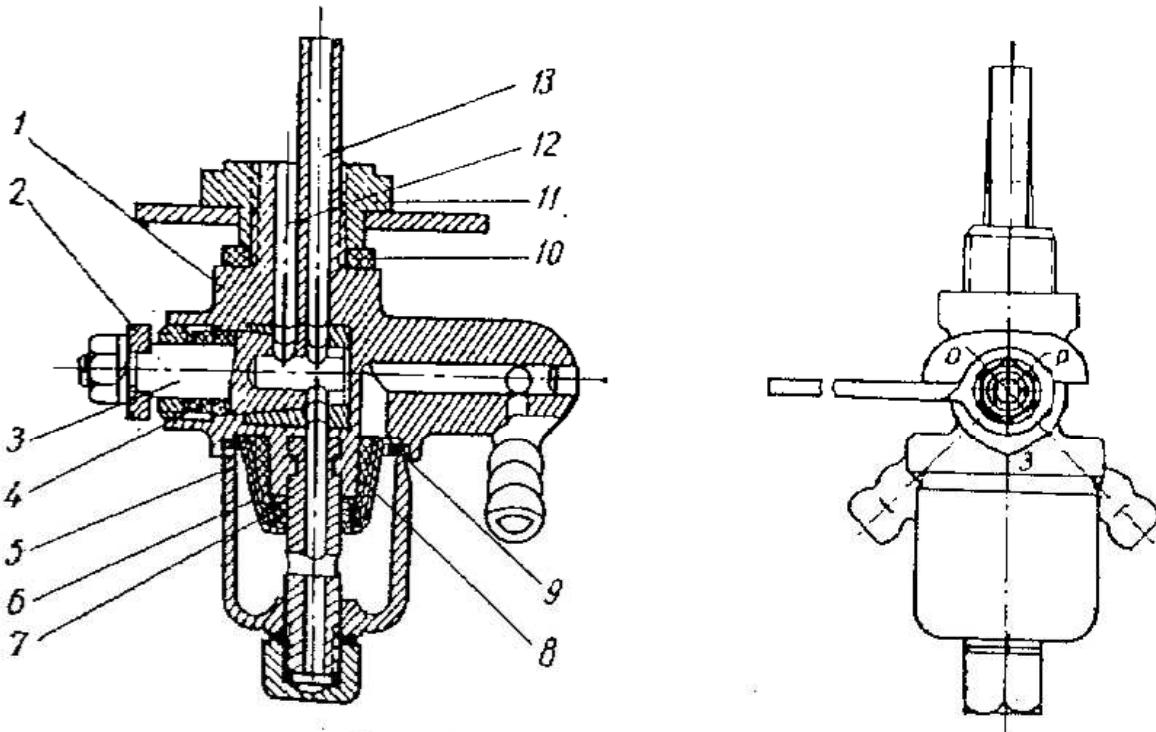
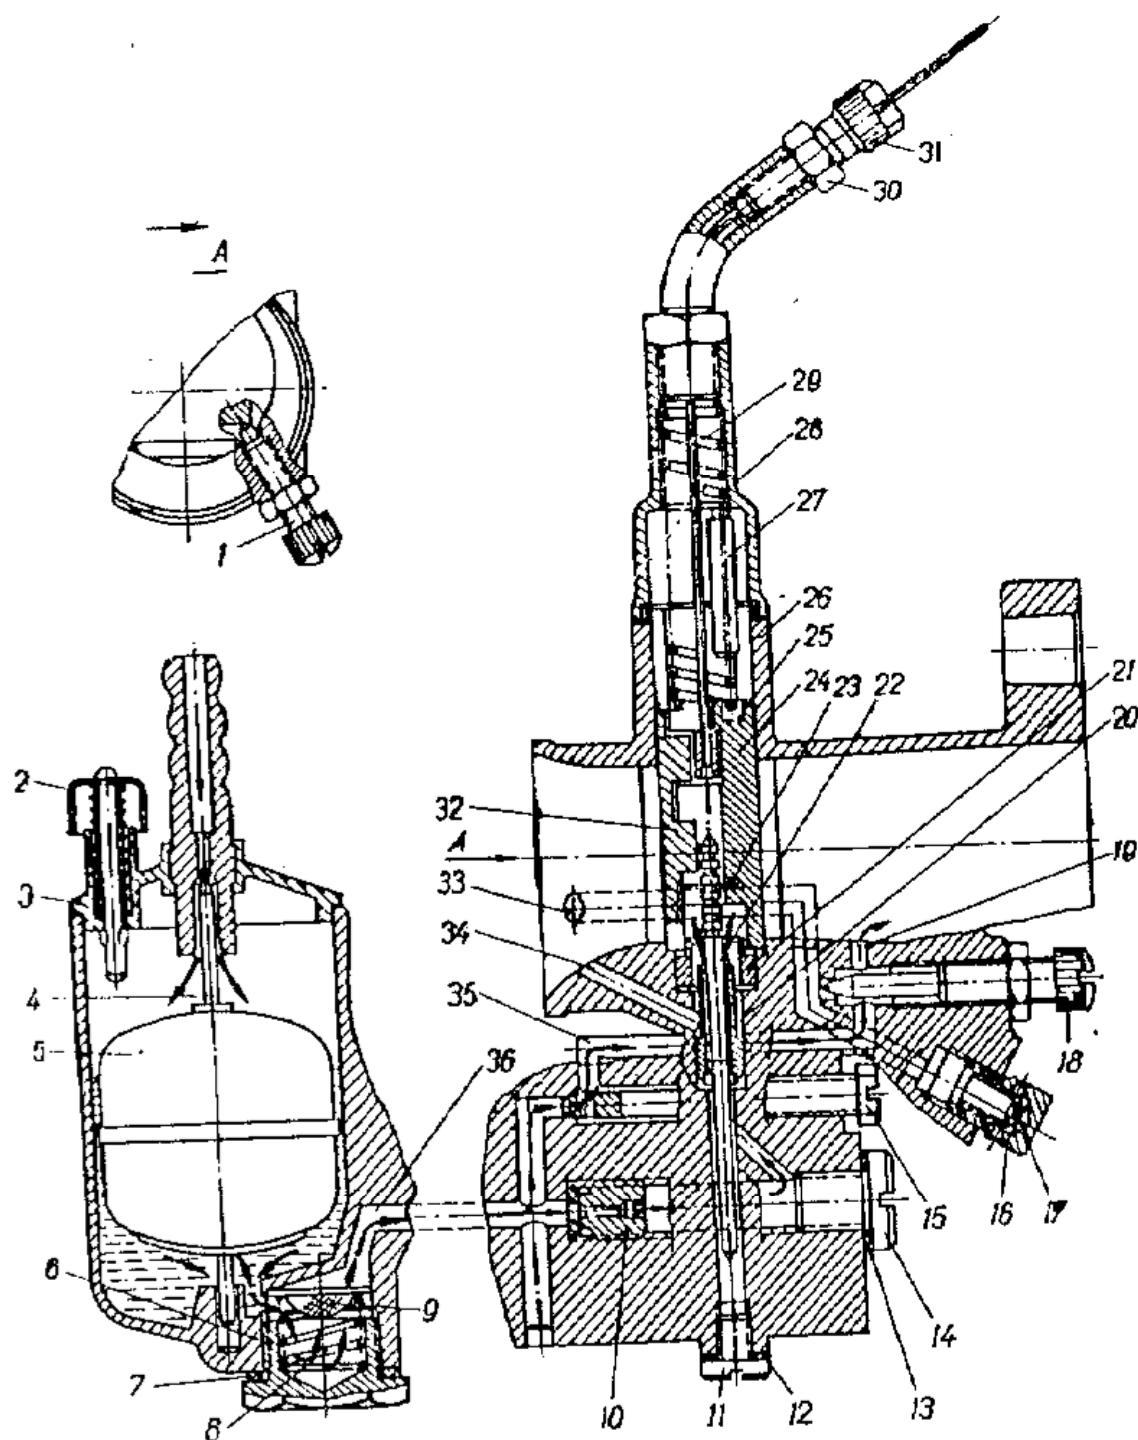

Рис. 5. Бензокранник:
Рис. 9. Карбюратор:
3. Открыть бензокранник (рис. 5) поставив его рукоятку в положение *O* — «открыто». Буквы на краннике обозначают: *Z* — кран закрыт; *O* — кран открыт; *P* — кран открыт на расходование резерва.
Для предохранения топливной системы от загрязнения в бензокранике имеется сечатый фильтр и отстойник 5 (рис. 5), а на пробку фильтра 6 (рис. 9) карбюратора надевается сечатый топливный фильтр 9.
При разборке карбюраторов нужно отвинтить пробку 14 (рис. 9), вывернуть главный жиклер 10 и продуть его воздухом. Отвинтить пробку 6, вынуть топливный фильтр 9 и промыть его. Для чистки жиклера ни в коем случае нельзя применять стальную проволоку, так как это может вызвать изменение его сечения, а следовательно и нарушение работы карбюратора.
отпустить контргайку, крепящую винт 1 (рис. 9), и ввернуть последний настолько, чтобы дроссель был приподнят и двигатель давал повышенные обороты;